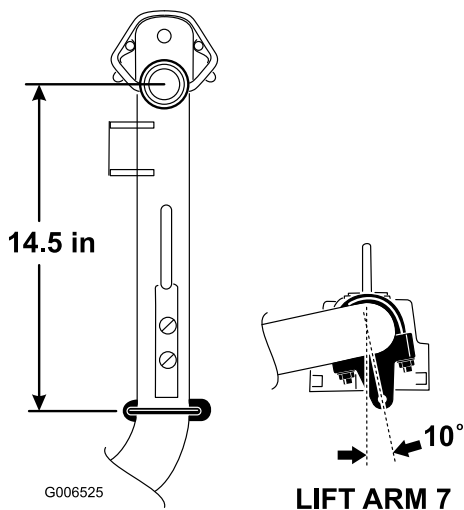

図 11
3. 昇降アーム6番、7番では、ブラケットとUボルトが、ピボットナックルの中心線よりも37 cm 後ろになるように取り付ける (図 11)。各ブラケットが、機体の外側に対して10度回転した状態になるようにする。